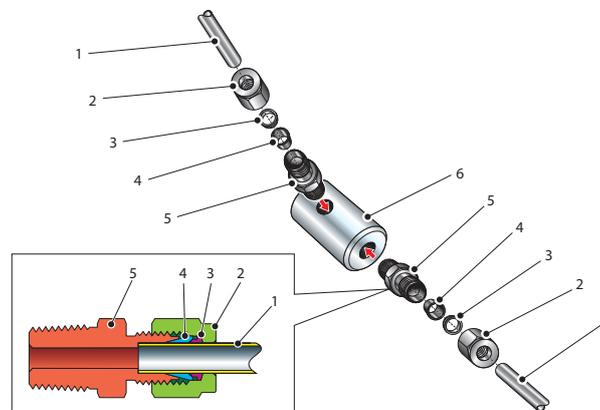

Abbildung 8 Gas-Anschlüsse am Sensorblock
Die Gasein- und -auslass-Anschlüsse für das Probegas werden am Sensorblock entsprechend der *Abbildung 8* angebracht. Beide Anschlüsse am Sensorblock können als Gaseinlass verwendet werden, d.h. die Anschlüsse sind, wie es für die Verbindung geeigneter ist, untereinander austauschbar.
Gasein- und -auslass haben $\frac{1}{8}$ "-NPT-Anschlüsse. Es ist empfehlenswert, für beide Anschlüsse einen Edelstahl-Rohradapter zu verwenden, und zwar entweder die Größe $\frac{1}{8}$ " NPT auf 6 mm oder $\frac{1}{8}$ " NPT auf $\frac{1}{4}$ "; siehe Positionen 2...5 in *Abbildung 8*. Die Verbindungen am Sensorblock (6) erfolgen wie nachstehend beschrieben: